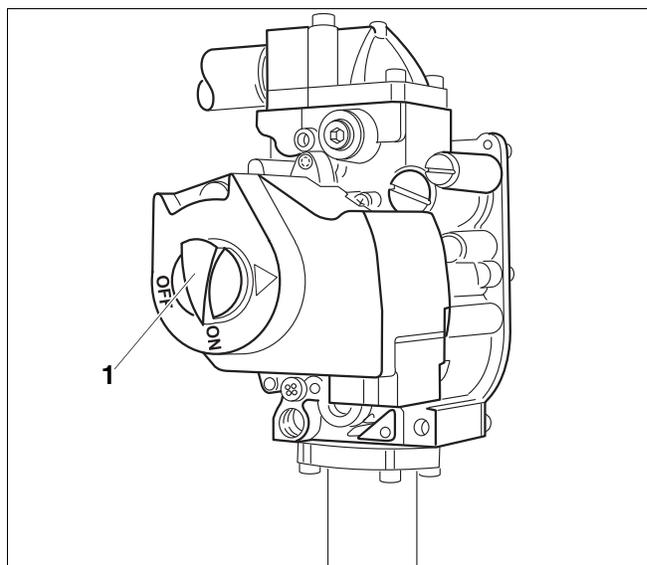

Fig. 33 Bloc gaz
22. Si le bloc gaz fonctionne parfaitement, passer à l'étape 25. Dans le cas contraire, tourner immédiatement le bouton de mise en marche (→ fig. 33) du bloc gaz dans le sens des aiguilles d'une montre sur « OFF ». Fermer le robinet gaz. Couper l'installation de chauffage de l'alimentation électrique et informer le technicien SAV ou le fournisseur de gaz.